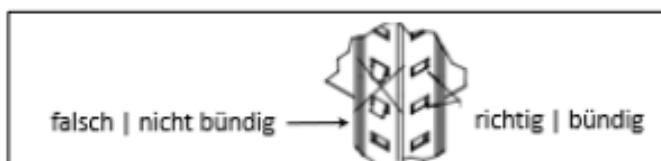

Abbildung 3
- **Schritt 3:** Die beiden Seitenprofile mit 5 Quertraversen (Bauteil C) mit Hilfe des Gummihammers verbinden. Darauf achten, dass die Metallzunge in der Nut bündig steckt und die Metallzunge beim Steckvorgang nicht verbogen wird (siehe Abbildung 3).
**WICHTIG:** Achte bitte bei allen Steckelementen darauf, dass die Zunge mit der Nut bündig steckt (siehe Abbildung 3). Ggf. den Schraubenzieher benutzen, um die Zunge bündig einzustecken. Falls die Zunge verbogen wird, kannst Du auch den Schraubendreher nutzen, um sie wieder zu begradigen.